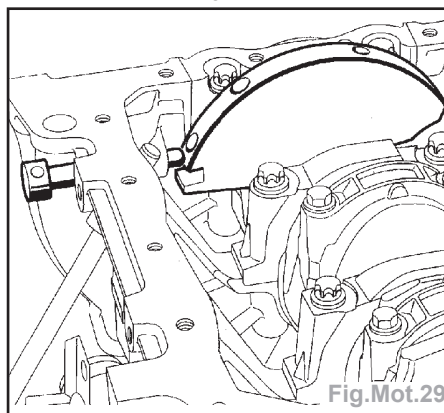

Fig.Mot.29
- Puis insérer la pige de Point Mort Haut **Mot. 1054** afin de se trouver entre le trou d'équilibrage et la rainure de calage du vilebrequin (Fig.Mot.29).